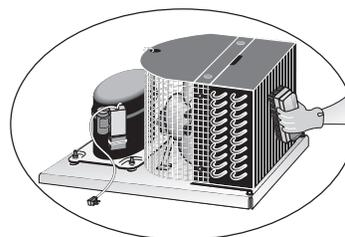

Imagen 1
PASO 1 - Para ver el punto de ajuste o "set point", presione y mantenga presionado el botón "info" . (Ver imagen 1).
PASO 1 - Para mostrar la temperatura de T1, presione y suelte el botón de información . Aparecerá "t1". Ver imagen 1.